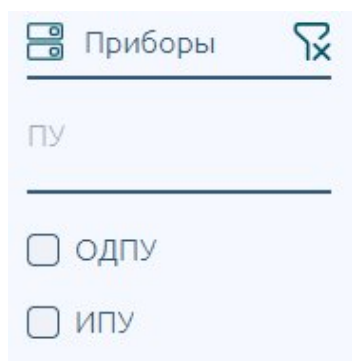

Рис. 10: Фильтр Приборы
- Приборы - сортировка по ПУ (Рисунок 10)